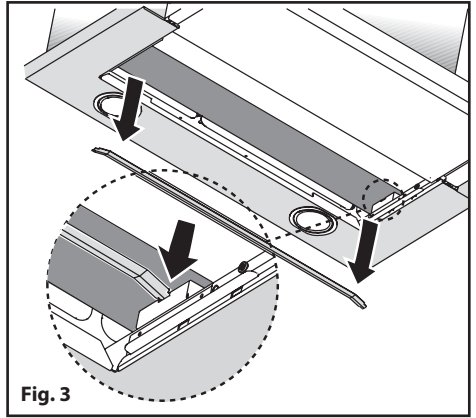

Fig. 3
- Nel caso in cui il prodotto sia in versione filtrante togliere il filtro a carbone rigenerabile tirando verso l'esterno la staffa e rimuovendola dalla propria sede (**Fig.3**).